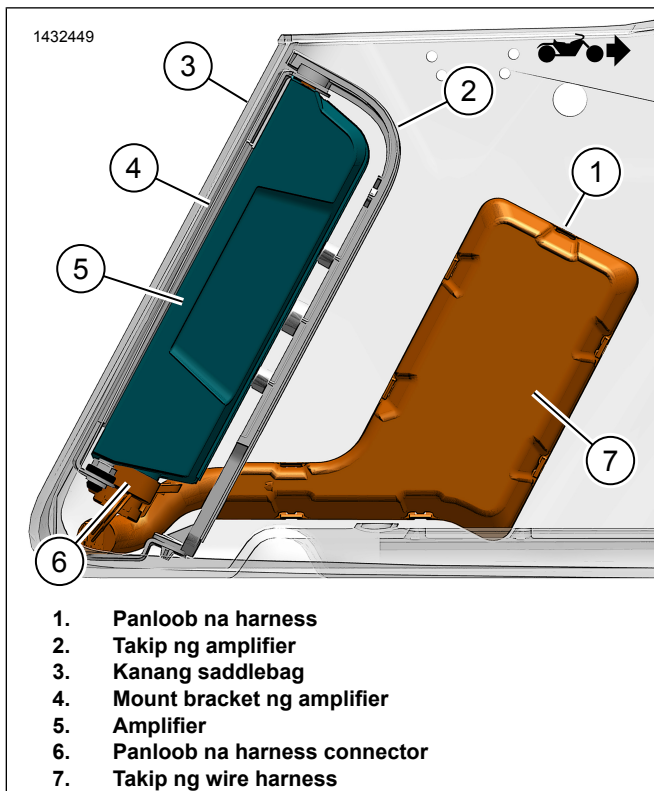
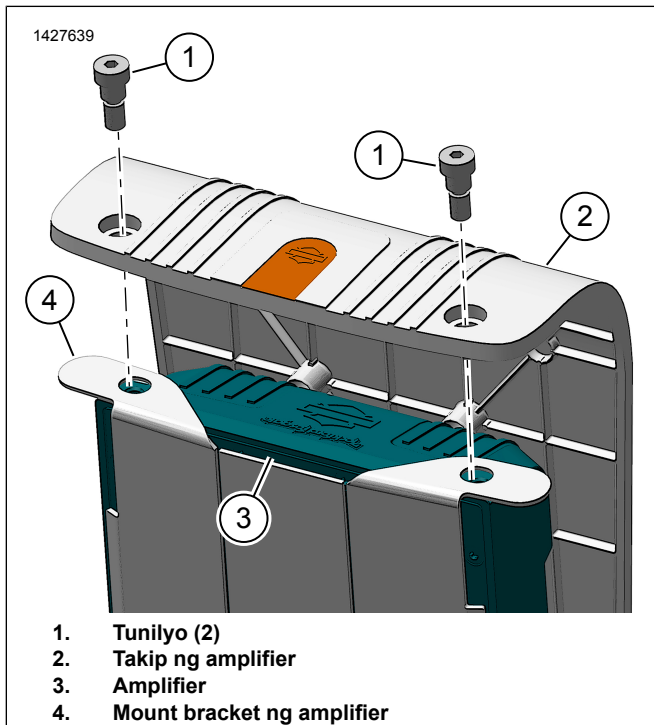

Figure 15. Saddlebag Harness na may Amplifier
Figure 16. Takip ng Amplifier
7. Figure 15 Ikabit ang amplifier (5) sa amplifier mount bracket (4).
8. Ikabit ang takip ng amplifier (2).
9. Figure 16 Ikabit ang mga turnilyo (1). Higpitan.